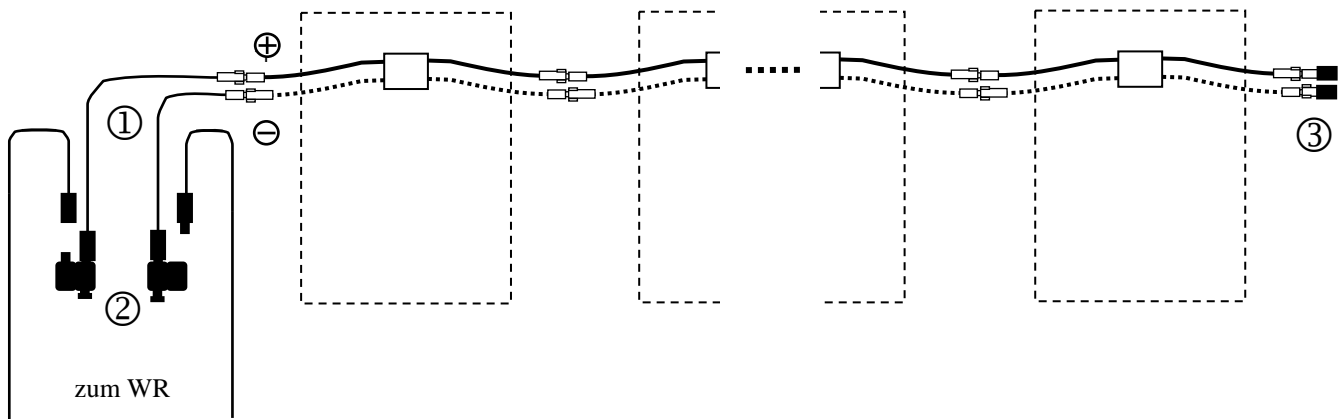

Abbildung 12: Prinzipzeichnung WR Anschluss LINKE Dachseite: (Vorderansicht)
Anders verhält sich der Übergang wenn sich der Anschluss zum WR auf der *linken* Dachseite befindet. Aufgrund der Steckeranordnung zur Parallelverschaltung ist die Stecker/Buchsen Anordnung am Modul auf dieser Seite genau umgekehrt. Zusätzlich zum Adapterkabel (1), das den Übergang zum MC Stecksystem herstellt, müssen hier also die MC Adapterstecker (2) verwendet werden (Abbildung 12). Diese erzeugen einen Übergang Stecker-Stecker bzw. Buchse-Buchse zum polungsrichtigen Anschluss der MC Stringkabel. Diese Adapterstecker dürfen also NUR an dieser Stelle und genau der Anweisung in diesem Handbuch folgend eingesetzt werden. Der Einsatz an anderer Stelle hat den verpolten Anschluss des WR zur Folge und kann zur Zerstörung des Gerätes führen! Genauso zwingend aber müssen die Adapter für den WR Anschluss auf der linken Dachseite eingesetzt werden, da die alleinige Verwendung der Adapter-Kabel hier einen falsch gepolten WR